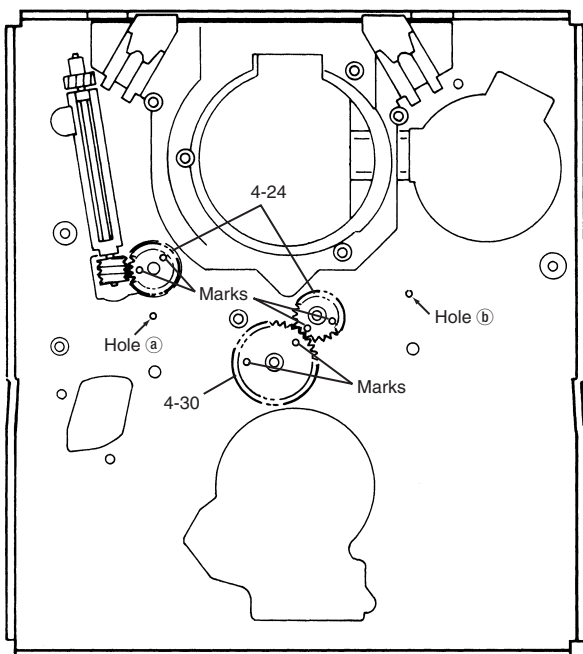
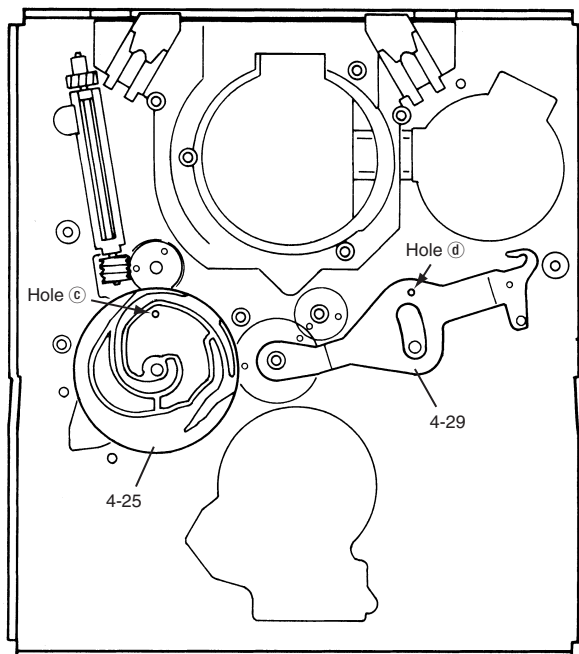

Fig. 3-1
Fig. 3-2
As shown in Fig. 3-1, install 4-24 and 4-30 so that the two marks are visible.
- 1) Install 4-25 so that hole ㉓ in 4-25 in Fig. 3-2 is aligned with hole ㉑ (Fig. 3-1) in the mechanism chassis. (Using a 1 mm dia. rod, pass it through the both holes to see if they are aligned with each other. Whenever checking holes for alignment hereafter, employ this method.)
- 2) Similarly, install 4-29 so that hole ㉔ in 4-29 in Fig. 3-2 is aligned with hole ㉒ (Fig. 3-1) in the mechanism chassis.
4-24, 4-30は図3-1のように、マーク2個が表側になるように取り付ける。
- 1) 図3-2の4-25の穴 ㉓とメカシャーシの穴 ㉑（図3-1）が一致するように、4-25を取り付ける。
- 2) 同様に、図3-2の4-29の穴 ㉔とメカシャーシの穴 ㉒（図3-1）が一致するように、4-29を取り付ける。